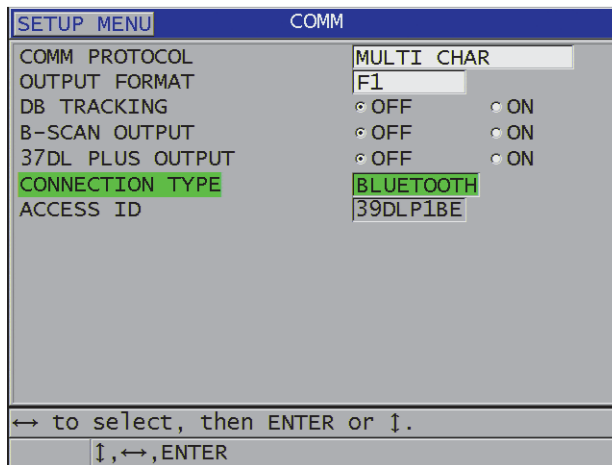

Figure 14-4 Configuration de la communication Bluetooth
4. Dans l'écran **COMM**., réglez le paramètre **CONNECTION T YPE** (CONNEXION) sur **BLUETOOTH** (Figure 14-4 à la page 285).